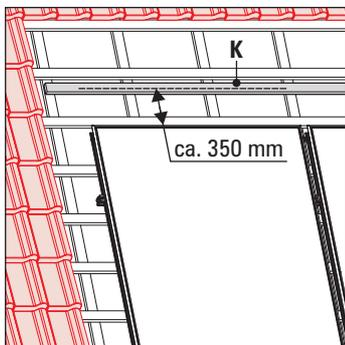

Fig. 3-41 Étape 1
- Monter le second liteau support à une distance de 350 mm du bord supérieur du capteur solaire (fig. 3-41).